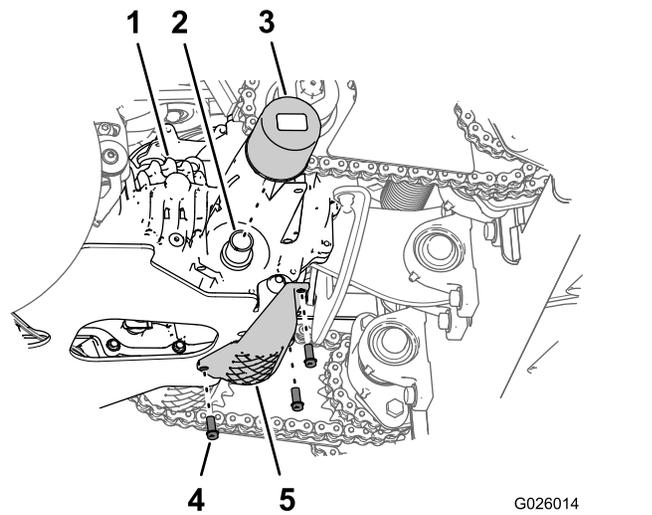

Figure 58
4. Nettoyez la surface autour du filtre de transmission (Figure 58).
6. Tournez le filtre dans le sens antihoraire et déposez-le (Figure 58).
8. Posez le filtre en le tournant dans le sens horaire sur l'adaptateur jusqu'à ce que le joint rejoigne la base de l'adaptateur, puis serrez encore le filtre de 3/4 à 1 tour (Figure 58).
9. Montez la protection du filtre au moyen des 3 boulons à embase (1/4 x 3/4 po) que vous avez retirés à l'opération 3 (Figure 58); serrez les boulons à un couple de 10,17 à 12,43 N-m (90 à 110 po-lb).
3. Retirez les 3 boulons à embase (1/4 x 3/4 po) qui fixent la protection du filtre à la transmission, et déposez la protection (Figure 58).